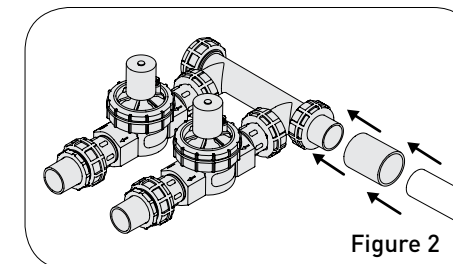

Figure 2
- Pour le tuyau en PVC de 1 po, utilisez un coupleur (H) entre l'adaptateur pivotant en PVC et le tuyau (figure 2).